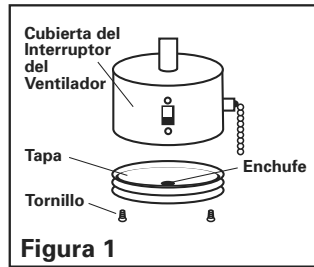

Figura 1
1. Quite la tapa del alojamiento del interruptor del ventilador aflojando los tornillos (Vea la figura 1). Puede guardar esta tapa para usarla en el futuro.